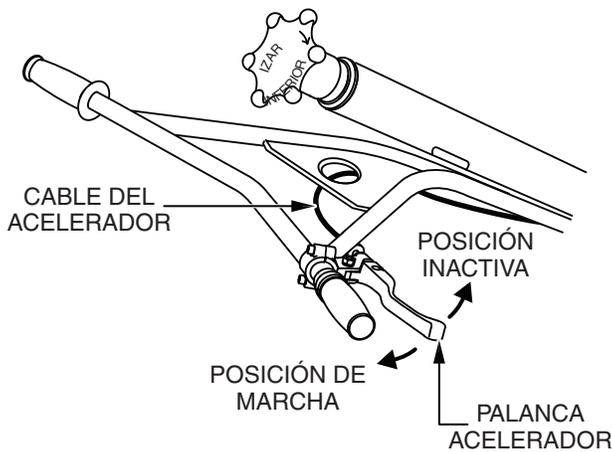

Figura 7. Palanca del acelerador (manillar estándar)
1. Coloque la palanca del acelerador en la posición inactiva (palanca alejada del operador). Véa Figura 7.